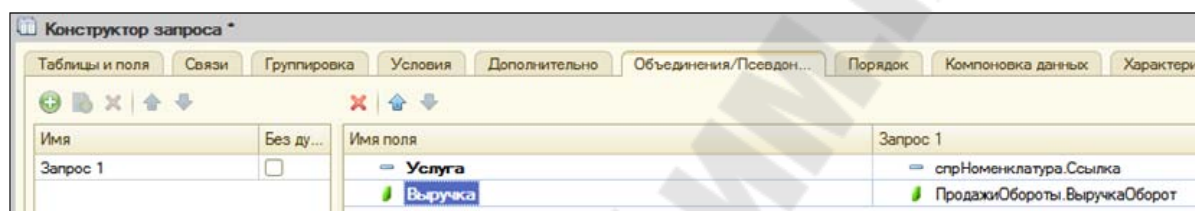

Рис. 6.8. Настройка псевдонимов полей
**Шаг 3.** Определение псевдонима полей и порядка вывода записей. Перейдем на закладку **Объединения/Псевдонимы** и укажем, что поле **Ссылка** будет иметь псевдоним **Услуга**, а поле регистра будет иметь псевдоним **Выручка** (рис. 6.8).